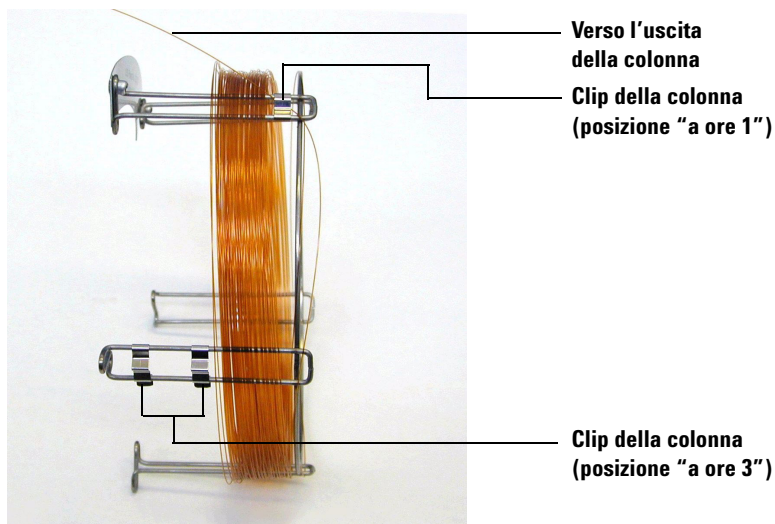

Figura 5 Passaggio della colonna attraverso la posizione “a ore 1”
- 4 Far passare il lato di uscita della colonna nella clip posizionata "a ore 1" in modo che l'uscita della colonna sia rivolta verso la parte anteriore della struttura della colonna. Vedere la Figura 5.